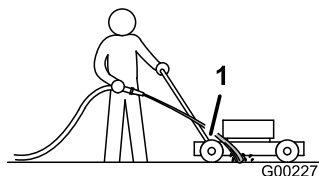

Рисунок 43
3. Удерживайте садовый шланг на уровне рукоятки и направьте поток воды на землю непосредственно перед правым задним колесом (Рисунок 43).